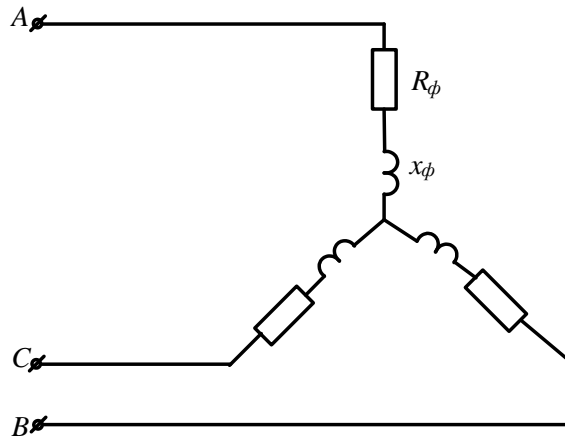

Рисунок 63
**Задача 57.** В схеме (рис.63)  $U_L=127\text{В}$   $R_A=R_B=R_C=4\text{Ом}$ .  $x_A=x_B=x_C=6\text{Ом}$ . Определить фазные и линейные токи, активную и реактивную мощность каждой фазы и всей системы. Построить векторную диаграмму токов и напряжений.